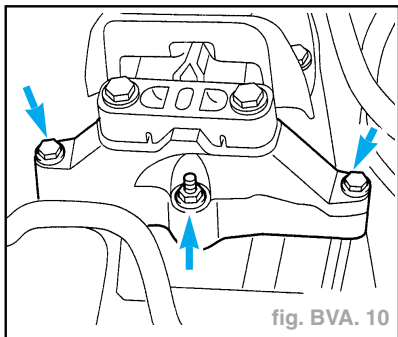

fig. BVA. 10
- Dévisser le support de boîte de vitesses à gauche de celle-ci (flèches). (fig. BVA. 10)